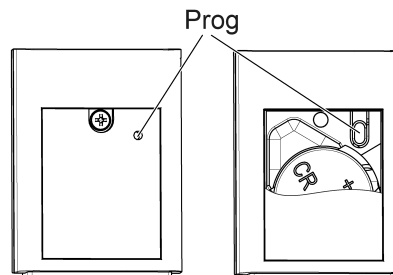

Figure 3: Touche Prog
La touche **Prog** (Figure 3) peut être enfoncée à l'aide d'un fil métallique fin ou d'un trombone à travers le couvercle du compartiment des batteries.
- Appuyer brièvement sur la touche **Prog** (Figure 3).